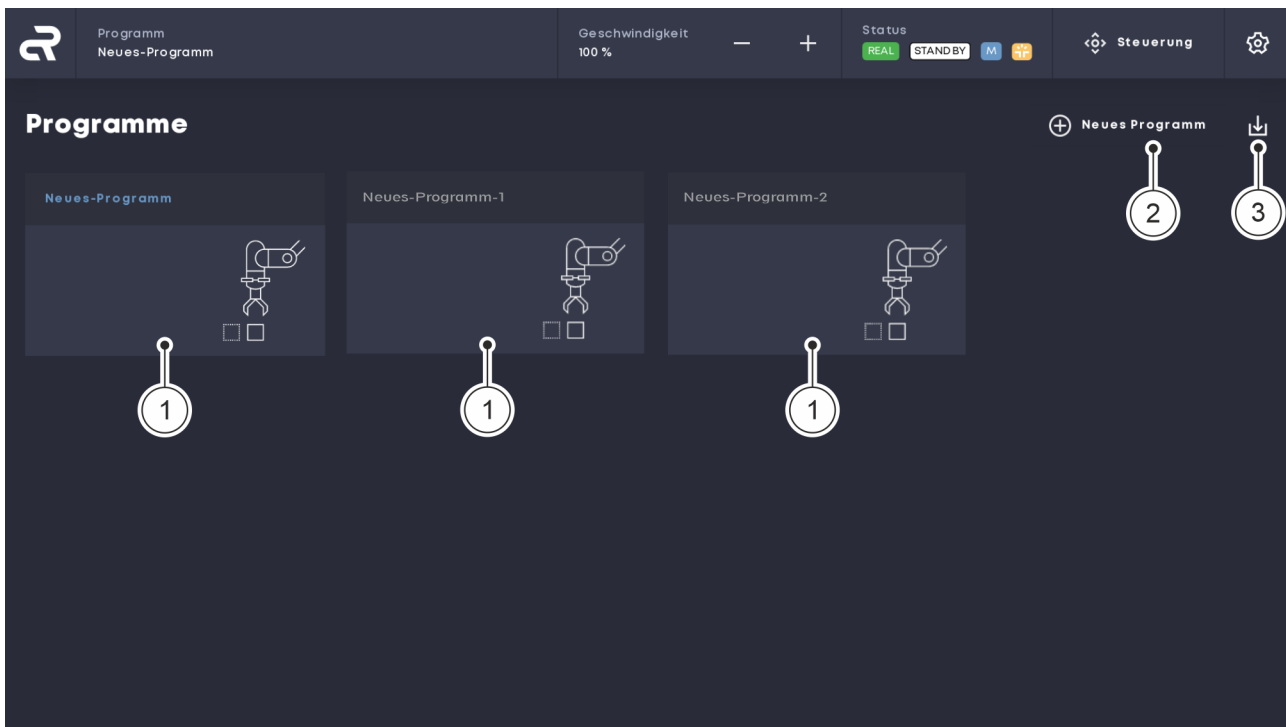

Abb. 4 Hauptbildschirm
- ① Bestehende Programme
- ② Neues Programm erstellen
- ③ Programm importieren
Sämtliche kollaborativen und nicht-kollaborativen Anwendungen des Roboters werden in Form von Programmen durch den Systemintegrator definiert. Bereits angelegte Programme Abb. 4/① werden im Hauptbildschirm der Benutzeroberfläche angezeigt.
Mit der Schaltfläche „*Neues Programm*“ können neue Programme angelegt werden Abb. 4/②.
Mit der Schaltfläche „*Programm importieren*“ können Programme importiert werden Abb. 4/③.